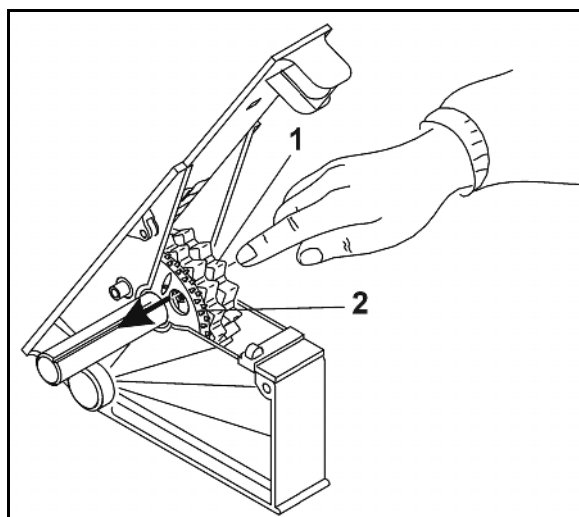

Fig. 22
1. Normal-Särad (Fig. 22/1) soweit auf der Säwelle verdrehen, bis der Stift im Särad sichtbar wird.
2. Drücken Sie bei jedem Särad den Stift, wie in Fig. 22 gezeigt, gegen das Fein-Särad (Fig. 22/2).